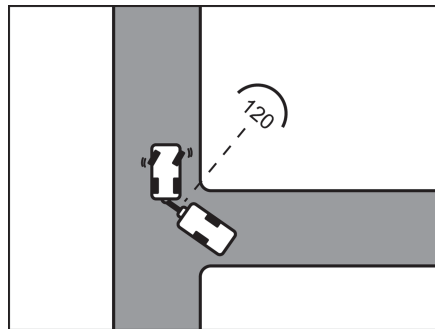

Fig. 10 Recorrido
- Detenerse una vez que se haya alcanzado un ángulo de aprox. 120° entre los vehículos (Fig. 10).